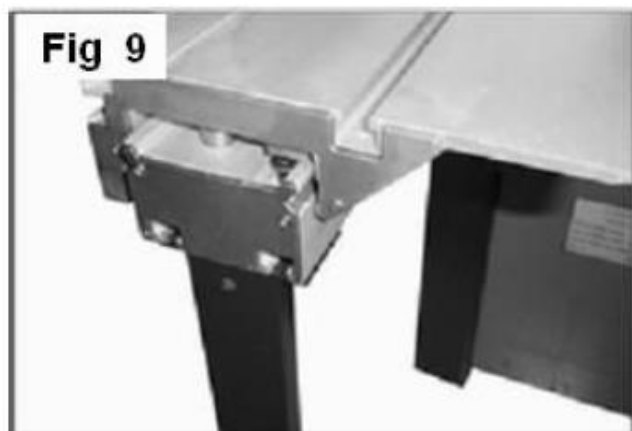

Рис.13
1. Ввернуть 2 комплекта винтов со шлицем типа Тогх (в комплект входят гайка на 8 мм, вставка, направляющая винта) в нижний паз кареточного стола (*Рис.13*).